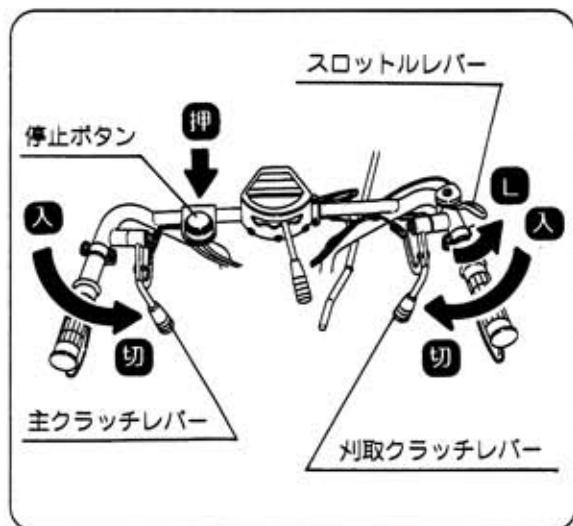

図37
3) 停止方法(図37)
- ① 主クラッチレバーを【切】にしてください。
- ② 刃取クラッチレバーを【切】にしてください。
- ③ スロットルレバーを【低・L】にもどしてください。
- ④ 停止ボタンを押してください。